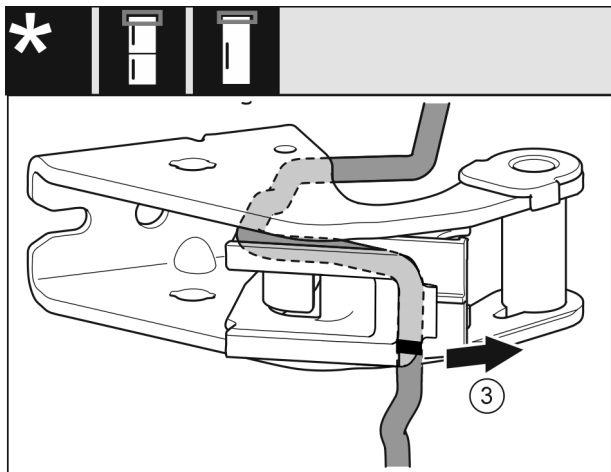

Fig. 27
- ▶ Демонтируйте кабель с держателем кабеля из опорного кронштейна. Fig. 27 (3)